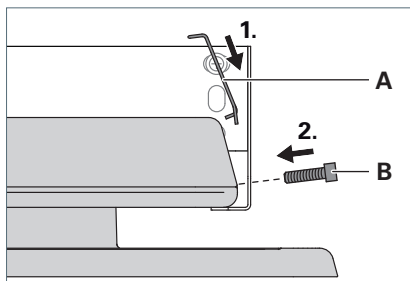

Fig. 6: Accrocher la tôle de support au luminaire.
- ▶ Accrochez la tôle de support **A** au luminaire, voir Fig. 6.